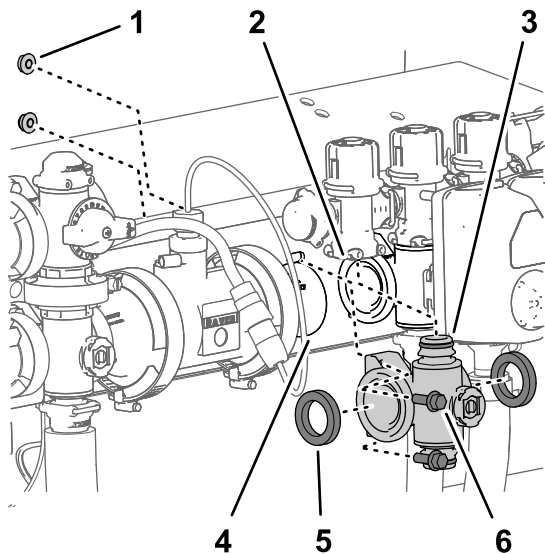

Bild 108
4. Entfernen Sie für die linken oder rechten Abschnittventilverteiler die zwei Bundkopfschrauben ($\frac{1}{4}$ " x $\frac{3}{4}$ ") und die zwei Sicherungsbundmutter ($\frac{1}{4}$ "), mit denen der Abschnittventilverteiler an der Ventilstütze befestigt ist (Bild 108).
5. Schieben Sie den Abschnittventilverteiler und die Dichtungen nach unten, um einen Abstand zum Abschnittsicherheitsventil zu erhalten; entfernen Sie sie dann von der Maschine (Bild 108).